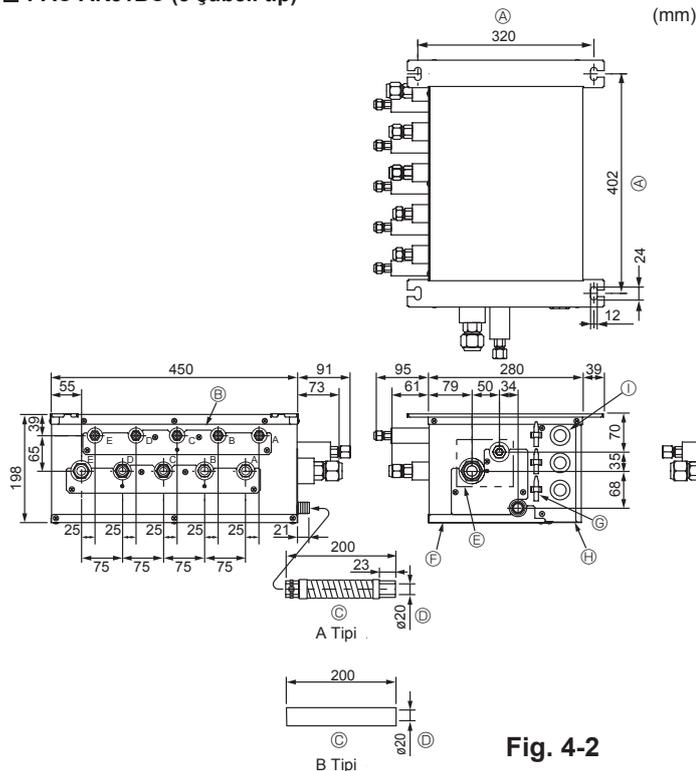

Fig. 4-2
■ PAC-AK51BC (Fig.4-2)
- (1) Askı civatalarını (bulduğunuz yerden temin edin) belirtilen mesafede (Fig. 4-2, 4-3) takın.